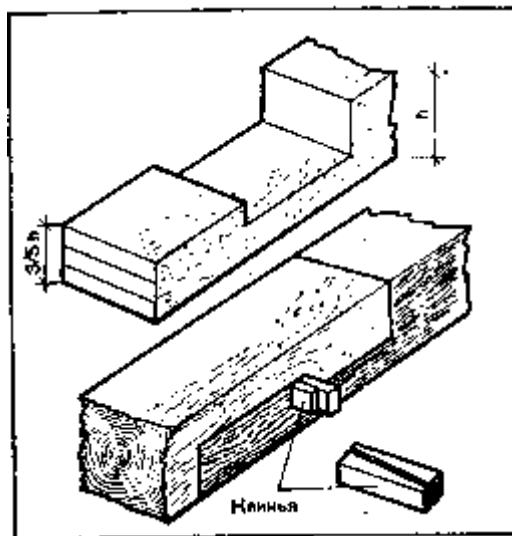

Рис. 43. Сращивание прямым замком с натяжными клиньями
**Сращивание прямым замком с натяжным клином.** Более плотное примыкание деталей друг к другу обеспечивает натяжной клин, изготовляемый из твердых пород дерева (рис. 43). Порядок подготовки замков такой же, как и в предыдущем случае, однако в середине каждого из них оставляют место для клиньев, которые забивают с двух сторон.